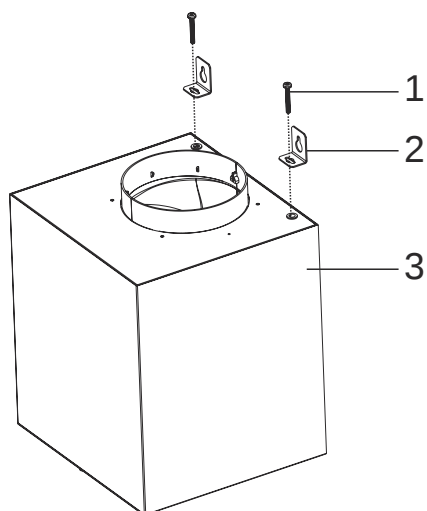

Fig. 36
**9.** Om motorkabinettet ska hånga, använd de 2 x M5x35mm skruvarna och 2 x upphångningsbeslagen och montera dem på motorkabinettet (Fig. 36).